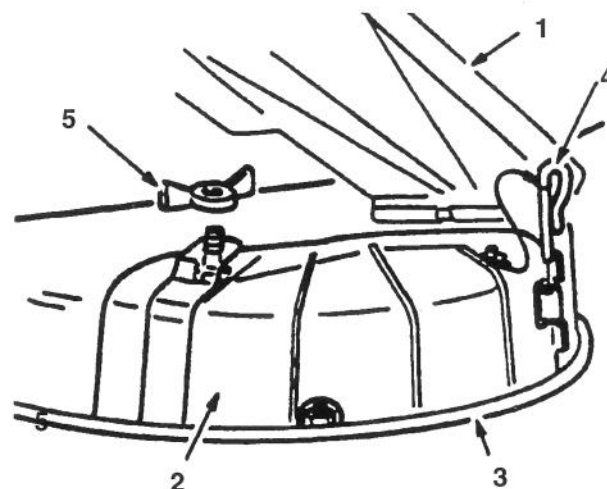

Fig. 11
1. Sollevate il deflettore dell'erba, posate la calotta di scarico sopra l'apertura sul bordo inferiore del tosaërba, ed inseritela nella cerniera anteriore (Fig. 11).
2. Inserite il perno d'incernieramento nella cerniera (Fig. 11).
3. Fissate la calotta di scarico sul tosaërba con il galletto (Fig. 11).